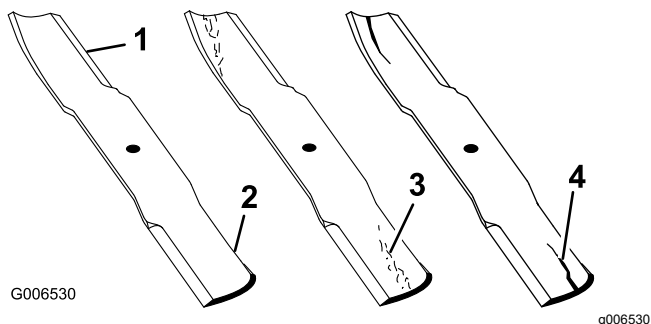

Figura 79
1. Inspeccione los filos de corte (Figura 79).
- Si observa fisuras, desgaste o la formación de una ranura en esta zona, instale de inmediato una cuchilla nueva (Figura 79).